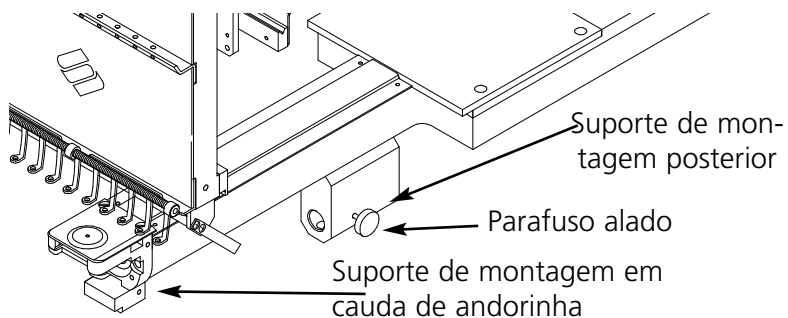

Figura 3-13
4. Por baixo do braço do cilindro, localizar os suportes de montagem do quadro para gorros (ver a figura 3-13):